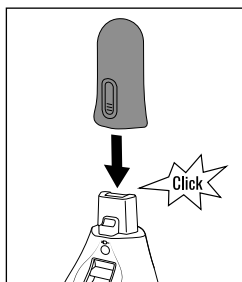

Fig. 4
- ◆ Inserte cuidadosamente el mango corto 25 en la unidad motriz 8 hasta que encastre audiblemente (consulte la fig. 4).